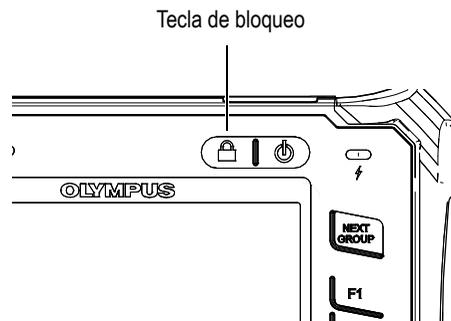

Figura 2-7 Perilla de ajuste: tecla de bloqueo
- La tecla de bloqueo (modelo con la perilla de ajuste solamente) bloquea automáticamente todos los parámetros para evitar la modificación involuntaria de los ajustes debido a un movimiento accidental de la perilla (véase la Figura 2-7 en la página 36).